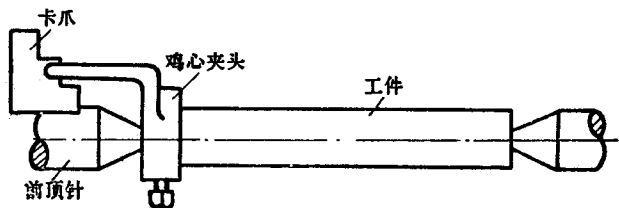

图3 简便的前顶针。
(3) 在用顶针装夹工件时，必须注意前顶针的装夹精度。它在主轴锥孔中不能有很大摆动（摆动量不超过0.01毫米）。但是在有些车床上要做到这一点是有困难的，特别是旧车床。因此有些人把前顶针装上以后再车一刀。可是这样做也不是最好的办法。一个前顶针有几次可以车呢？为了解决上面所说的这个问题，我们可以采用下面的方法，即用一段直径15~20毫米的短棒料（可以利用废料）夹在三爪卡盘上车出前顶针（如图3），利用三爪卡盘作为拨盘，卡爪作为拨杆来带动鸡心夹头和工件。